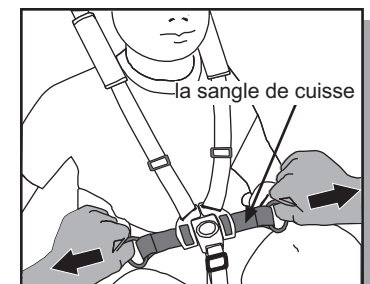

Fig. 19 Serrer la sangle de cuisse.
- f. Serrer les sangles de cuisse. Régler les sangles de cuisse pour qu'elles soient bien serrées tout en respectant le confort (Fig. 19).